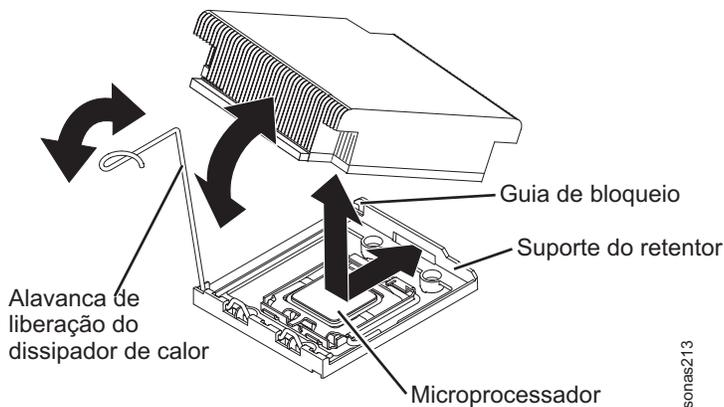

Figura 39. Alavanca de liberação do dissipador de calor
5. Abra a alavanca de liberação do dissipador de calor para a posição totalmente aberta. Consulte o Figura 39 na página 162.